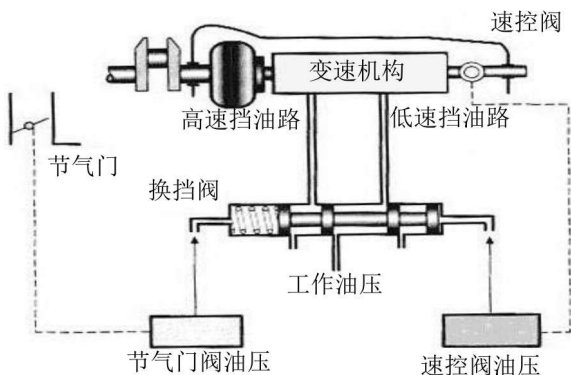

图 1-4 液控自动变速器示意图
(1) 液压控制自动变速器。如图 1-4 所示, 在液控的自动变速器中, 采集发动机负荷大小的是节气门开度阀或真空压力调节器, 通过这两个装置把发动机负荷大小转换成相应的油压, 并且把该油压作用于换挡阀的一端; 采集汽车车速快慢的是调速阀, 通过该装置把汽车车速高低转换成相应的油压, 并且把该油压作用于换挡阀的另一端, 换挡阀两端的油压比较大小, 决定换挡阀的位置状态, 从而决定变速器的升降挡, 20 世纪 80 年代中